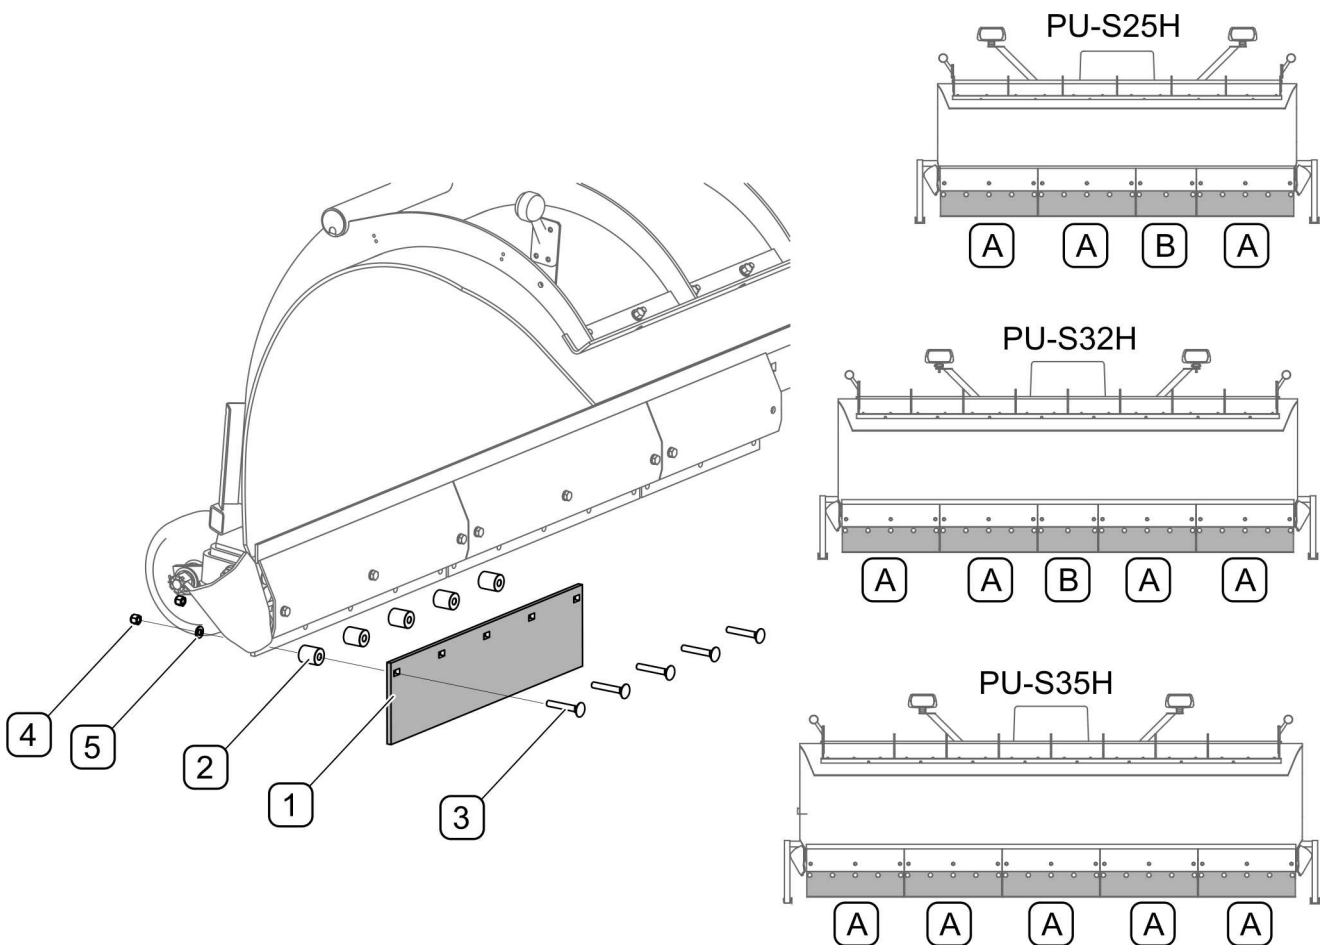

BILD 5.2 Austausch von Metallstreichschiene
(1) - Metallstreichschiene; (2) - Hülse; (3) - Schraube Z M12x80-8,8; (4) - Mutter M12; (5) - Federscheibe Z12.2; (A) - langes Segment; (B) - kurzes Segment
Zum Entfernen der Metallstreichschiene (BILD 5.2) werden die Muttern (4) des entsprechenden Segments gelöst, die Schrauben (3) und die Hülsen (2) entfernt. Das entsprechende Segment der Streichschiene (A) oder (B) je nach Pflugmodell montieren (TABELLE 5.2). Führen Sie die Montage in umgekehrter Reihenfolge durch.